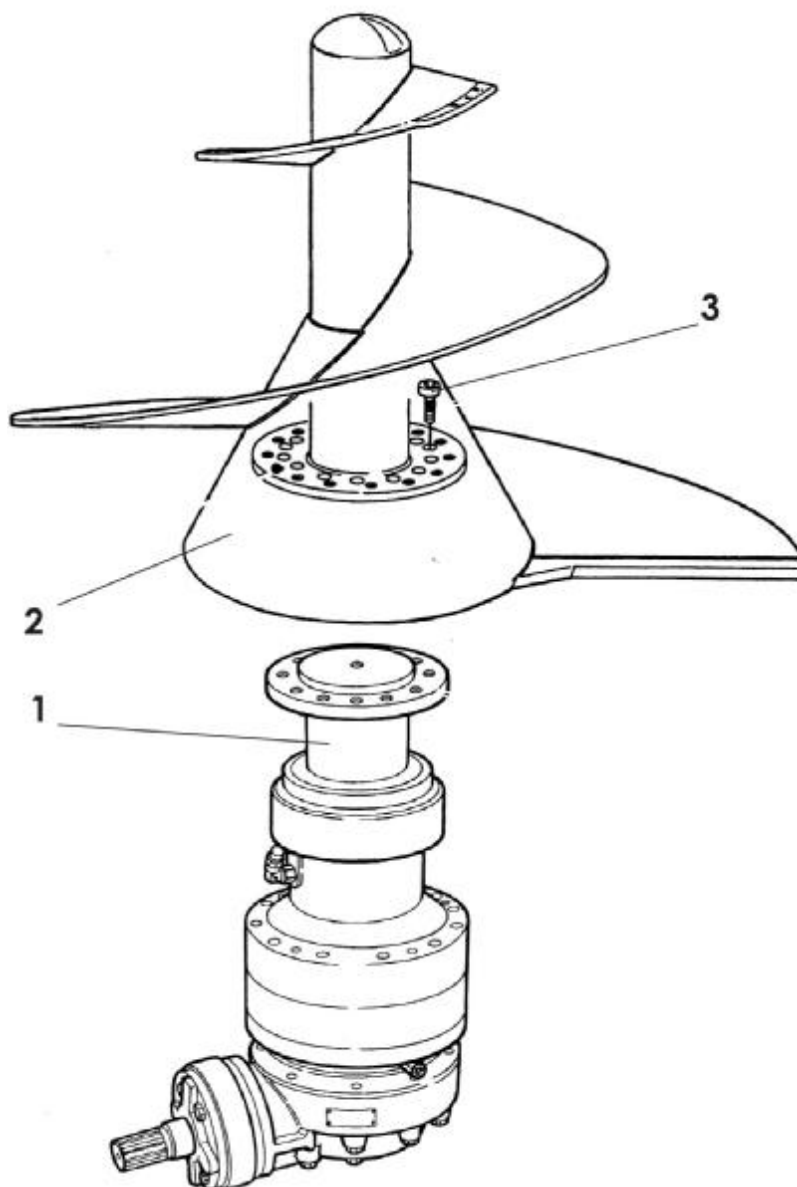
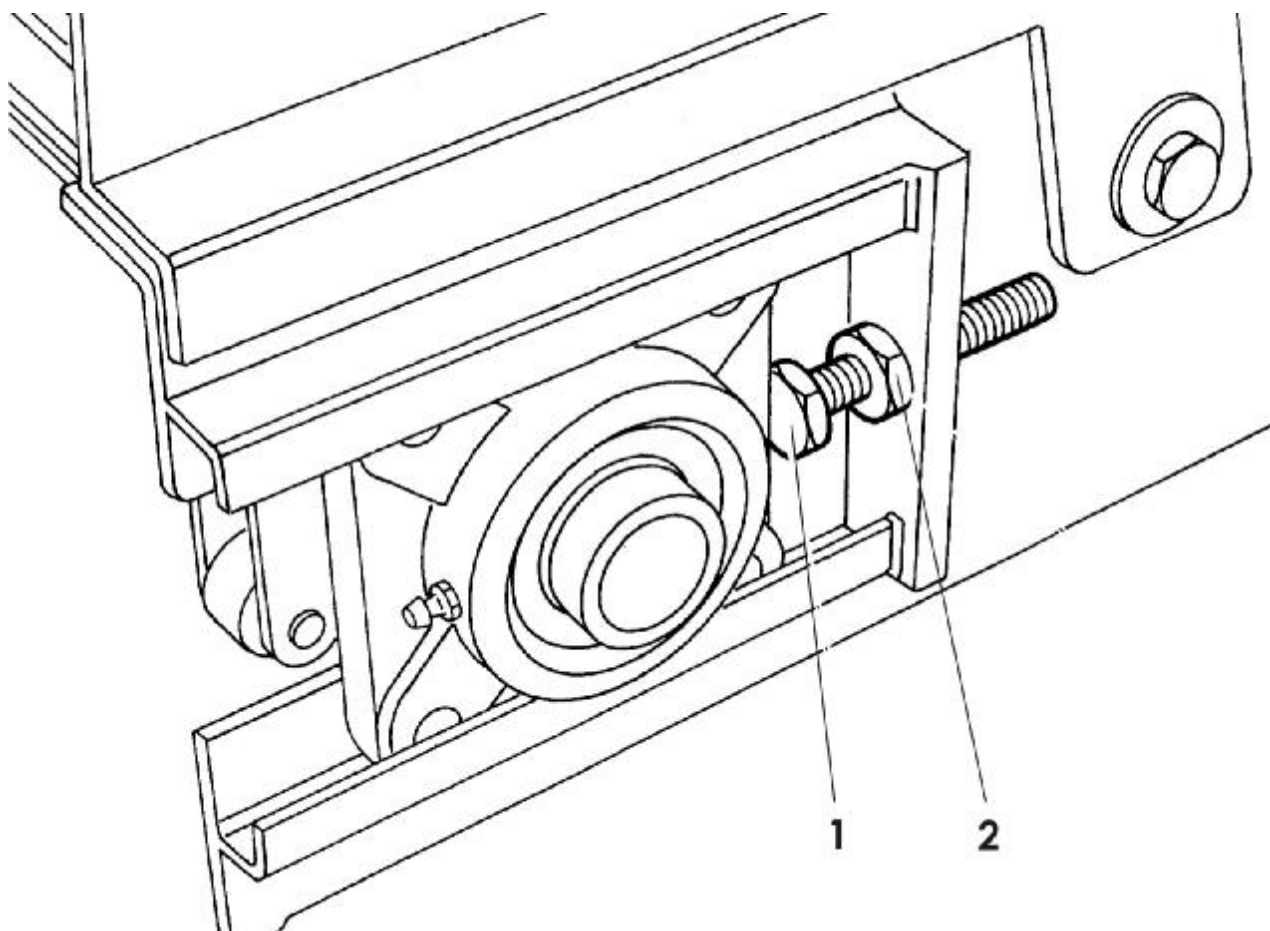

Рисунок 10 Проверка резьбовых соединений шнека
Рисунок 11 Регулировка натяжения выгрузного транспортера
Продолжительность обкатки – 10 часов. После 10 часов работы проверить затяжку всех резьбовых соединений. Проверить затяжку болтов 3 между колпаком 1 и редуктором 2 шнека (рис. 10). Проверить натяжение выгрузного транспортера, при необходимости произвести его натяжение болтом 1 (рис.11).
1. Включить вторую передачу на двухступенчатом редукторе (рукоятка «на себя») (рис. 11). Включить ВОМ трактора. Если предполагается взвешивание компонентов кормовой смеси, то необходимо выставить электронные весы на «ноль» кнопками 1 (рис. 13). Следует учитывать, что если загрузка миксера производится в разных местах, то перед каждым переездом необходимо блокировать весы кнопкой 2 (рис. 13).